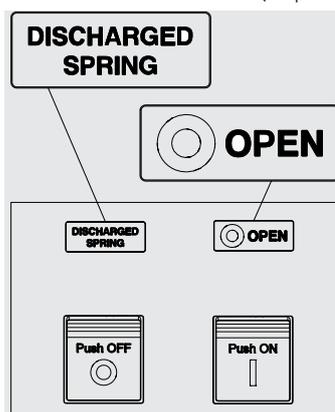

Figura 49
- Interruttore aperto con molle scariche (vedi Figura 49).